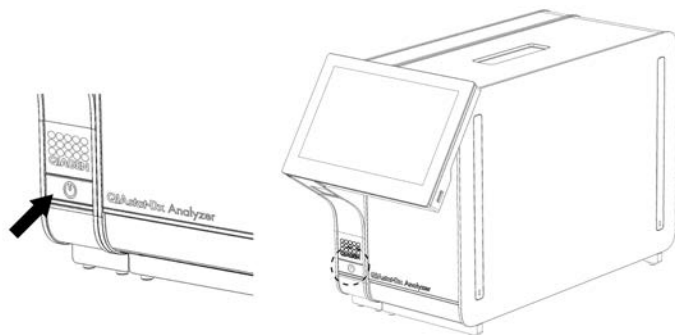

Рис. 22. Запуск прибора нажатием кнопки включения/выключения.
1. Нажмите на кнопку включения/выключения на передней стороне QIAstat-Dx Analyzer 1.0, чтобы запустить систему (рис. 22).